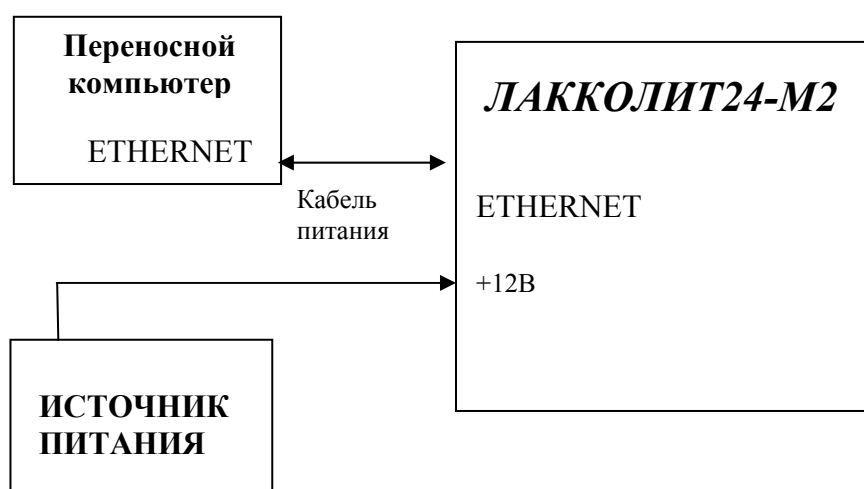
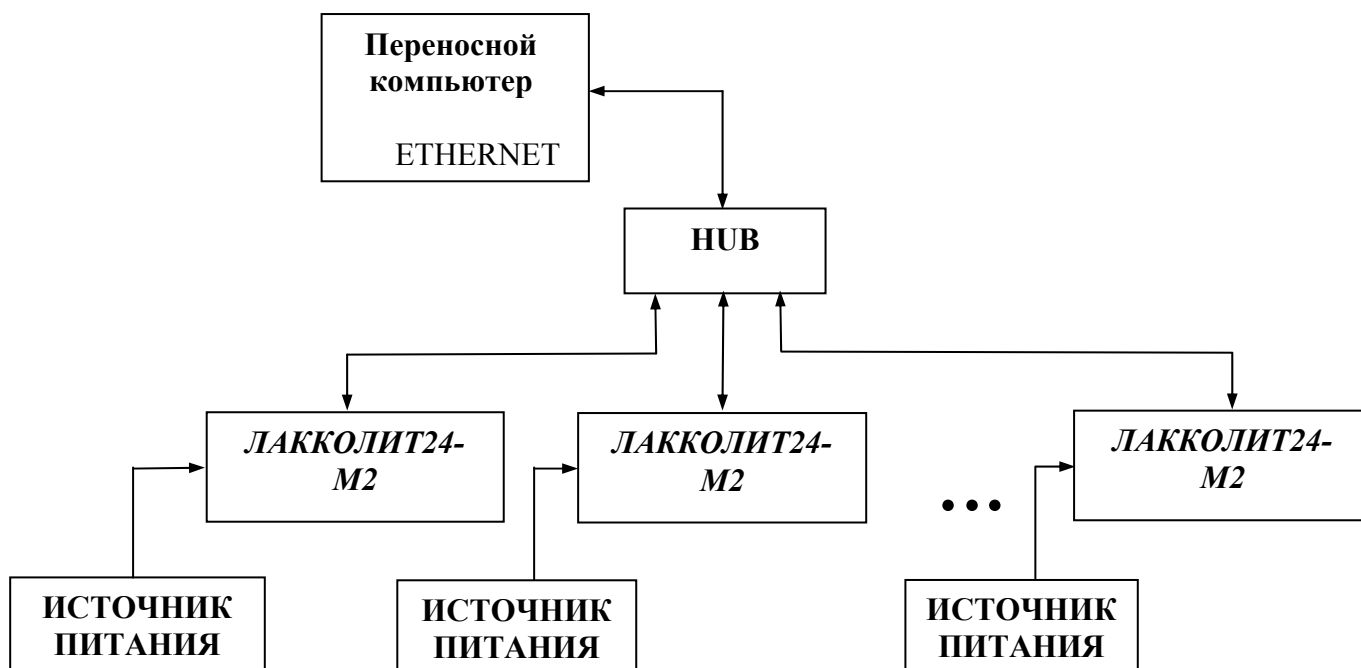

Рис. 1. Схема соединения устройств станции в 24-х канальном варианте.
Рис.2. Схема соединения устройств станции в 48-ми канальном и более варианте включения.
- 1) соединить составные части станции с внешними приборами по схеме, указанной на рис.1, в случае работы с одним регистратором, и по схеме, указанной на рис. 2, в случае работы с несколькими регистраторами;